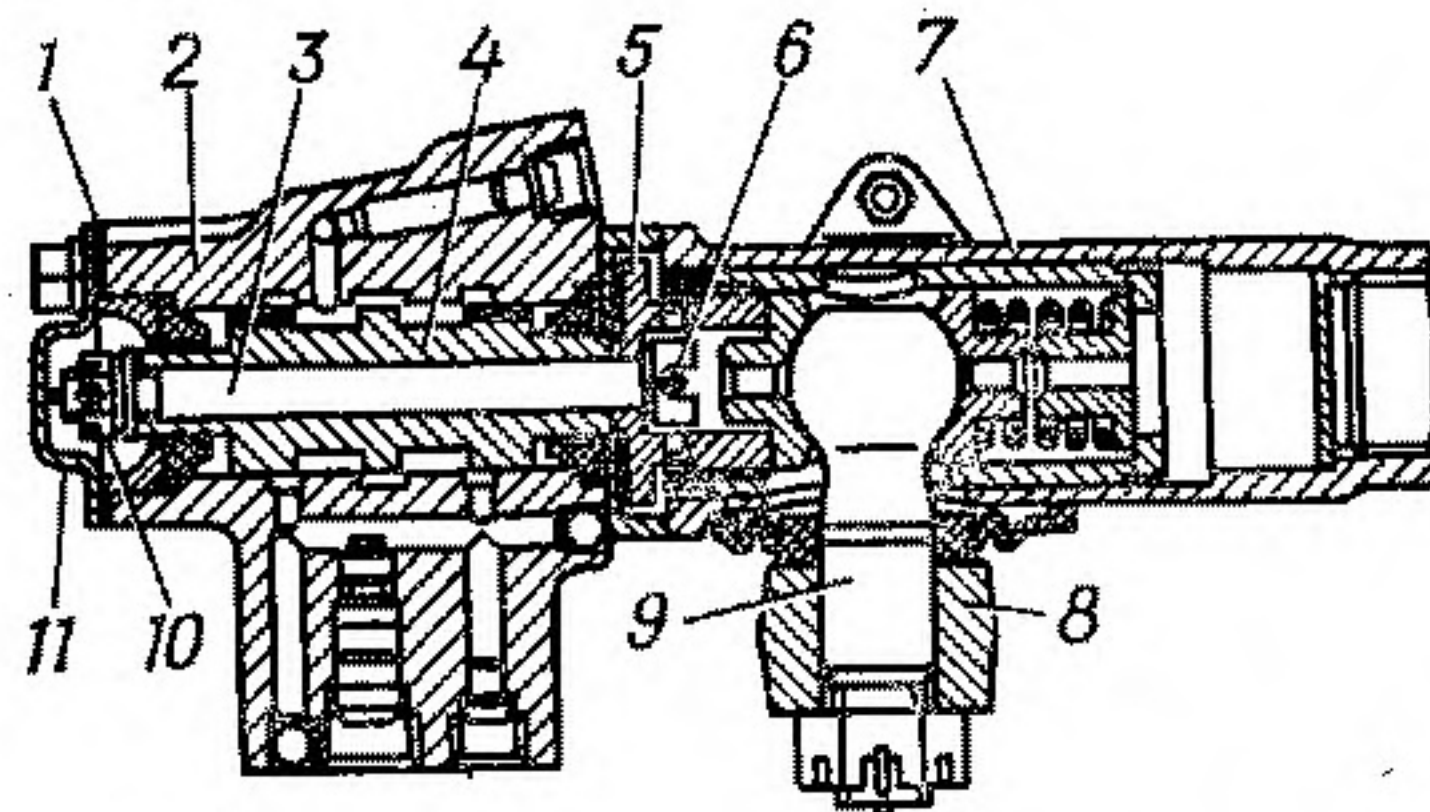

Рис. 56. Передний конец продольной рулевой тяги и клапан управления гидроусилителя автомобиля ГАЗ-66-11:
2. Для регулировки переднего шарнира продольной тяги снять клапан управления гидроусилителя, для чего, отвернув два болта, снять штампованную крышку 11 (рис. 56) с прокладкой 1, расшплинтовать и отвернуть гайку 10 центрального болта 3 и отвернуть два болта крепления корпуса 2 клапана управления к наконечнику тяги.